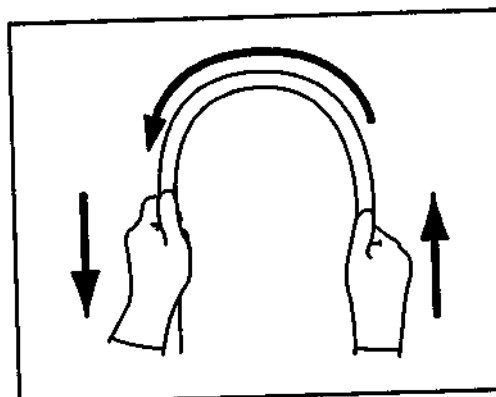

рисунок 3.4
- 6** Обеими руками согните вводимую трубку эндоскопа полукругом. Затем передвигая руки в направлении, указанном стрелками на рисунок 3.4, убедитесь в том, что вводимая трубка пластична и легко сгибается в полукольцо по всей длине.